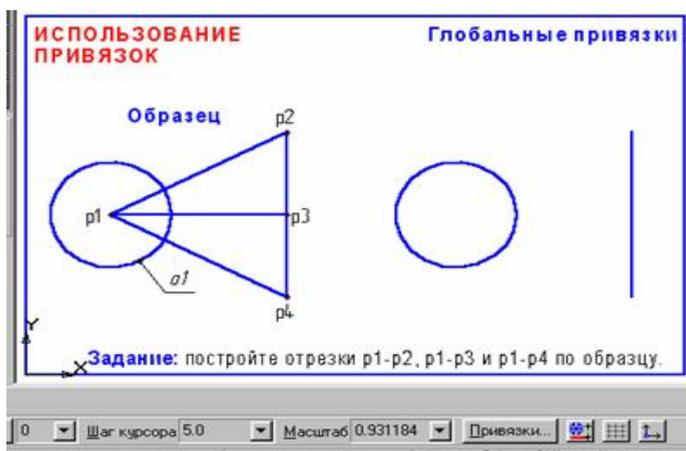

Рис. 1.12. Использование привязок
Задание: постройте три отрезка $p1 - p2$, $p1 - p3$ и $p1 - p4$ по образцу. Начальные точки отрезков лежат в центре окружности $o1$, а конечные в начале, в середине и в конце отрезка $p2 - p4$ соответственно, рис. 1.12.
2. Постройте окружность $o1$ и отрезок $p2 - p4$, как показано на рис. 1.12.